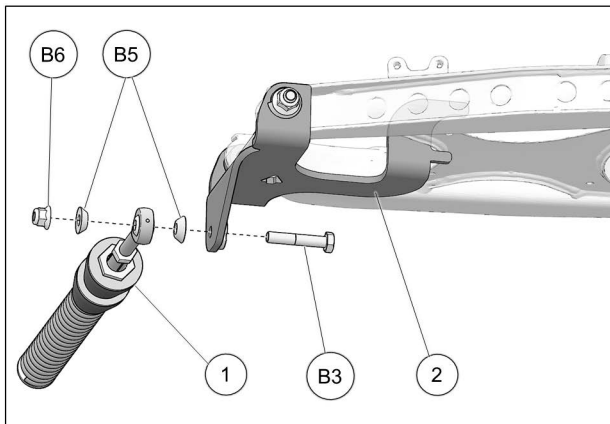

Fig. 10
10. Fixer le bras stabilisateur (1) à l'ancrage de suspension (2) à l'aide du boulon M10x55mm (B3), des espaceurs coniques (B5) et de l'écrou autobloquant (B6). Serrer à un couple de 70 Nm [52 lb•pi]. Voir la Fig. 10